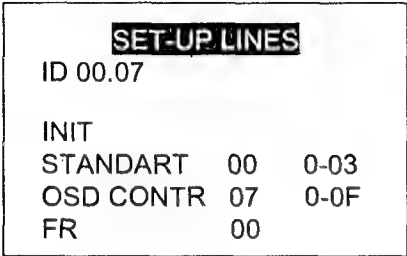

Рис. 7.10
- удерживают фиолетовую кнопку на ПДУ до появления на экране первого субменю сервисного меню (рис. 7.10).
Внешний вид субменю SET-UP LINES приведен на рис. 7.10.